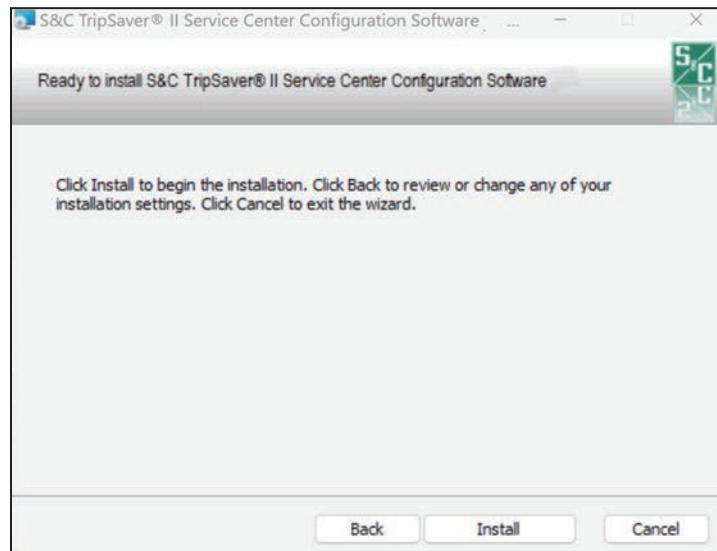

Figura 6. El cuadro de diálogo Listo para instalar.
PASO 5. Cuando haya sido seleccionada la carpeta de instalación, se abre el cuadro de diálogo Ready to install (Listo para instalar). Ver Figura 6. Haga clic en el botón **Install** para comenzar la instalación. Haga clic en el botón **Back** para revisar o cambiar el ajuste, o haga clic en el botón **Cancel** para salir del proceso de instalación.